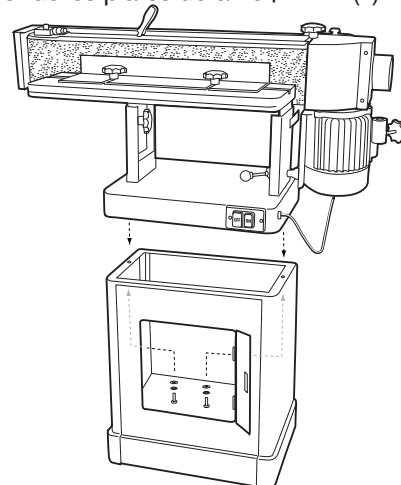

FIGURE 3
1. Avec l'aide d'une autre personne, soulevez avec soin l'ensemble de la table sur le cabinet et posez-le de manière à ce que les deux orifices à la base de l'ensemble de la table soient alignés à ceux de l'une des extrémités de l'armoire. Voir Figure 3.